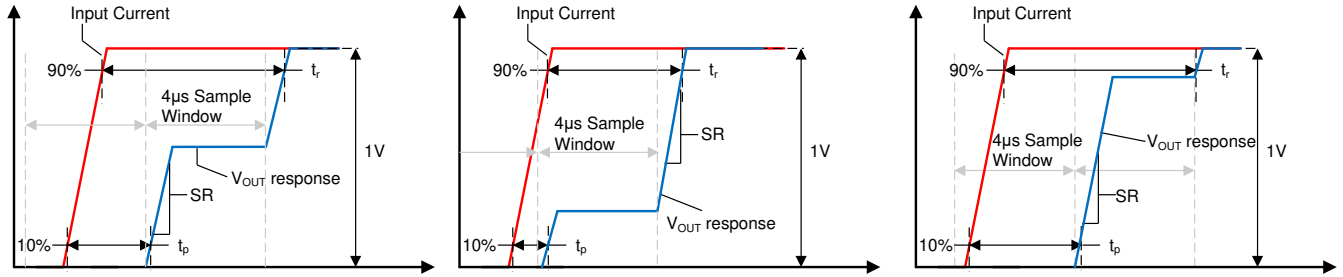

图 7-3. 小电流输入阶跃瞬态响应
压摆率 (SR) 定义为单个积分阶跃输出转换的 V_{OUT} 变化率，如图 7-3 所示。该器件通常需要两个采样窗口才能达到最终值的 90% 完全稳定，因此该压摆率不等于完全输出摆幅的 10%-90% 转换时间。
传播延迟是输入电流波形达到最终值的 10% 和 V_{OUT} 达到最终值的 10% 之间的时长。该传播延迟在很大程度上取决于输入电流阶跃的对齐情况和 TMCS1100 的采样周期，如图 7-3 中几种不同采样窗口的情况所示。
响应时间是输入电流达到最终值的 90% 和输出达到最终值的 90% 之间的时长，这使输入电流阶跃足以在输出上引起 1V 转换。图 7-3 展示了 TMCS1100 在三种不同时间情形下的响应时间。除非在一个采样窗口开始时直接出现阶跃输入，否则响应时间将包括两个采样间隔。